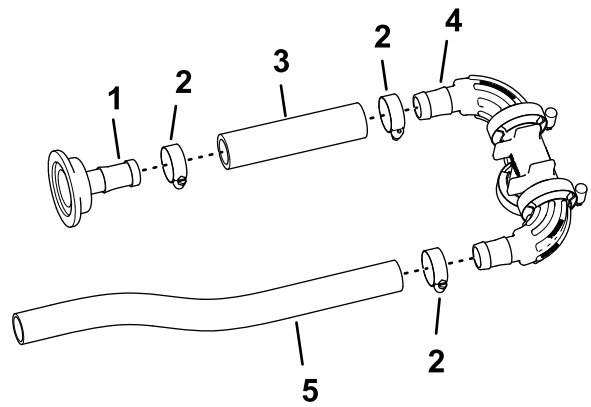

Figura 90
- Monte a outra extremidade do tubo (1 x $5\frac{3}{4}$ pol.) na união estriada do coletor com uma braçadeira de tubos como se mostra na Figura 90 e aperte a braçadeira à mão.
- Monte o tubo (1 x 16 pol.) na outra união estriada do coletor com uma braçadeira de tubos e aperte a braçadeira à mão (Figura 90).
- Monte o tubo (1 x $5\frac{3}{4}$ pol.) no tubo reto com entalhe (1 x 2 pol.) com uma braçadeira de tubos ($\frac{3}{4}$ pol. a $1\frac{1}{2}$ pol.) e aperte a braçadeira à mão (Figura 90).